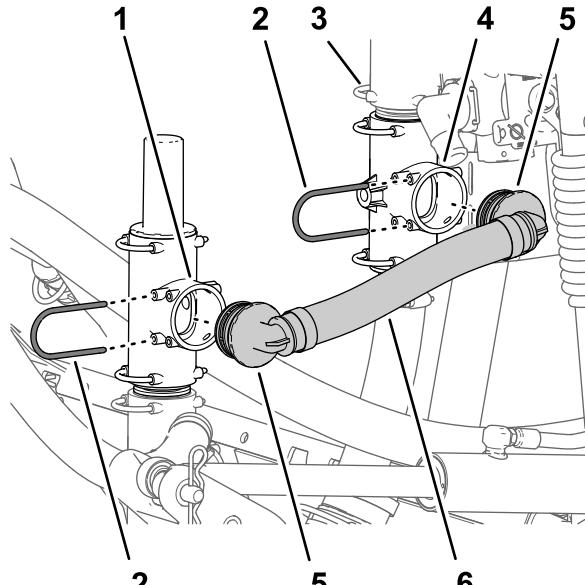

図9
- 圧力解放ホースアセンブリの90°フィッティングを、圧力解放バルブの下にある開いているポートに整列させ、90°フィッティングをポートの奥まで完全に入れる図9。
2. 90°リテーナ付きT字フィッティング図9ステップ2ホースを取り外す(ページ5)で外したもの。
3. 圧力解放ホースアセンブリのもう一方の90°フィッティングを、下側T字フィッティングバルブマウントに固定の空いているポートに整列させ、90°フィッティングをポートの奥まで完全に入れる図9。
4. 90°フィッティングを上側T字フィッティングに固定する図9ステップ2ホースを取り外す(ページ5)で外したリテーナを使用する。
4. リテーナを使って、バーブ付きストレートフィッティングをエダクタバルブ図9に固定する。